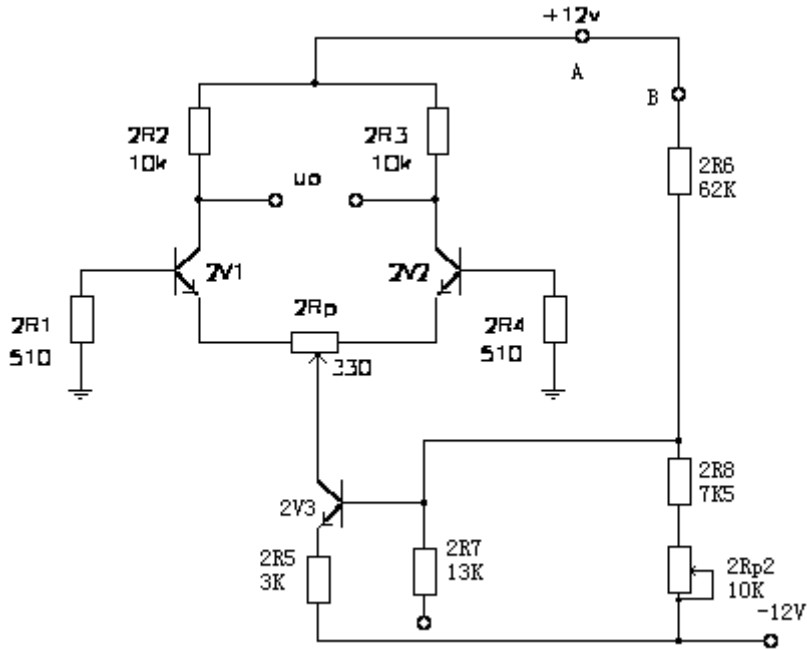

图 7-2 带恒流源的差动放大电路
6、观察恒流源的测试。实验电路如图 7-2 所示。为了提高共模抑制比，改变电路用晶体管恒流源代替发射极公共电阻  $2R_E$ ，改变电位器  $2R_p$ ，重新调零。调整  $2R_{p2}$  电位器使  $V_{CE3}=7V$ ，